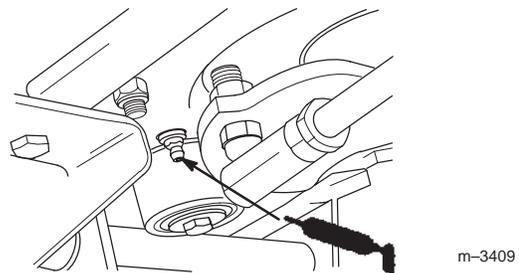

Bild 36
- Pressen Sie, wenn Ihre Zugmaschine keine Servolenkung aufweist, einen Stoß Fett in das Lenkgehäuse (von der Unterseite des Chassis aus) (Bild 36).